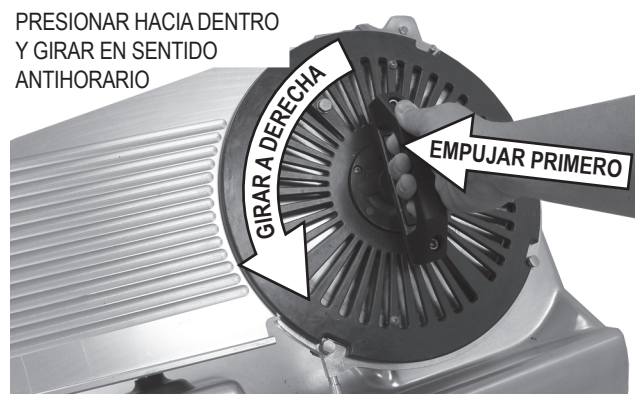

Fig. 14
- Empuje el asa con firmeza, hasta el fondo del eje. A continuación, gire el asa en sentido antihorario hasta que se detenga (Fig. 14). Puede experimentar cierta resistencia al girar.
- Levante la cuchilla y la herramienta y retírelas (Fig. 14).